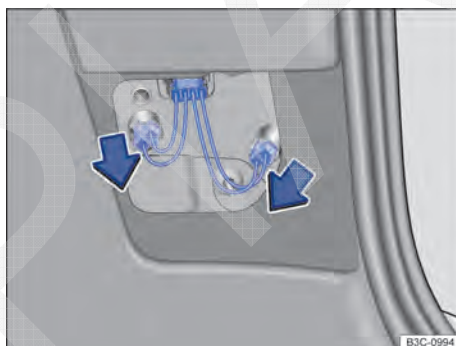

Fig. 277 Na tampa traseira: desinstalar as lâmpadas incandescentes.
4. Retirar ⇒ Fig. 277 o suporte da lâmpada em linha reta.